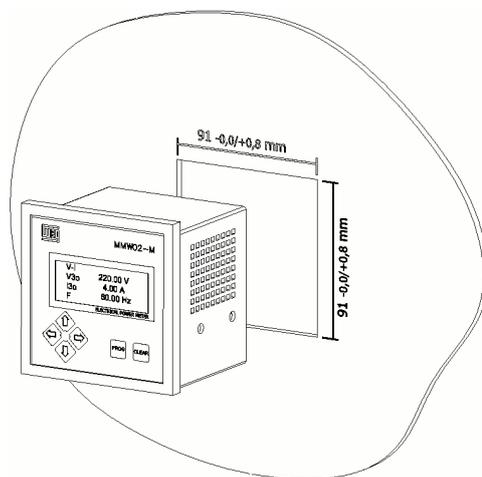

Figura 3.1: Tamaño de la Apertura del Panel
Infórmese sobre los niveles de tensión del sistema. El MMW02 permite mediciones de corriente y tensión de forma directa, cuando los límites no excedan la capacidad del equipo, y medición de tensión de forma indirecta con el uso de TVs. Tenga disponible el número de TVs requerido para el tipo seleccionado de enlace. También, tenga a mano la información sobre las relaciones de transformación de cada uno de ellos y la polaridad de los mismos. Para la conexión a transformadores de corriente, tenga a mano la misma información mencionada para TVs y siempre tenga en cuenta la capacidad máxima de medición de la corriente (TI) del sensor elegido. En el caso de mediciones con TIs utilizar la figura 3.1 para realizar la conexión eléctrica y configurar correctamente el equipo de acuerdo a las relaciones de transformación y los sensores de corriente empleados.
Para el montaje del MMW02 en el panel, proporcionar una abertura de 91.00 x 91.00mm. No se requieren herramientas, ya que con sólo los dos clips de sujeción que vienen con el producto, Es posible sostenerlo de manera segura. La Figura 3.1 ilustra la abertura con las dimensiones. Tenga en cuenta que las tolerancias del rasgo son de hasta 0,8mm.